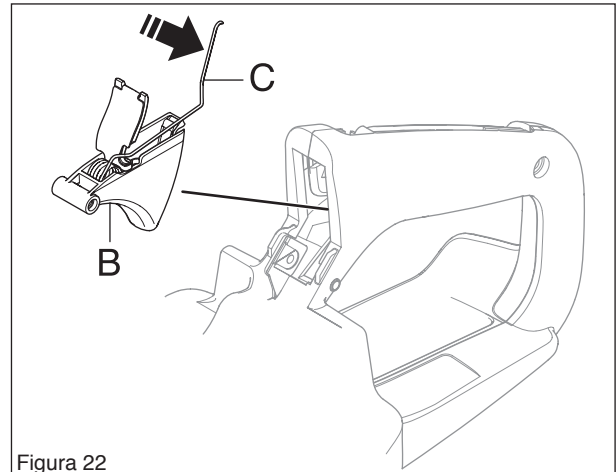

Figura 22
Monte el mando del acelerador (B) y el muelle (C). (Ver la figura 22.)